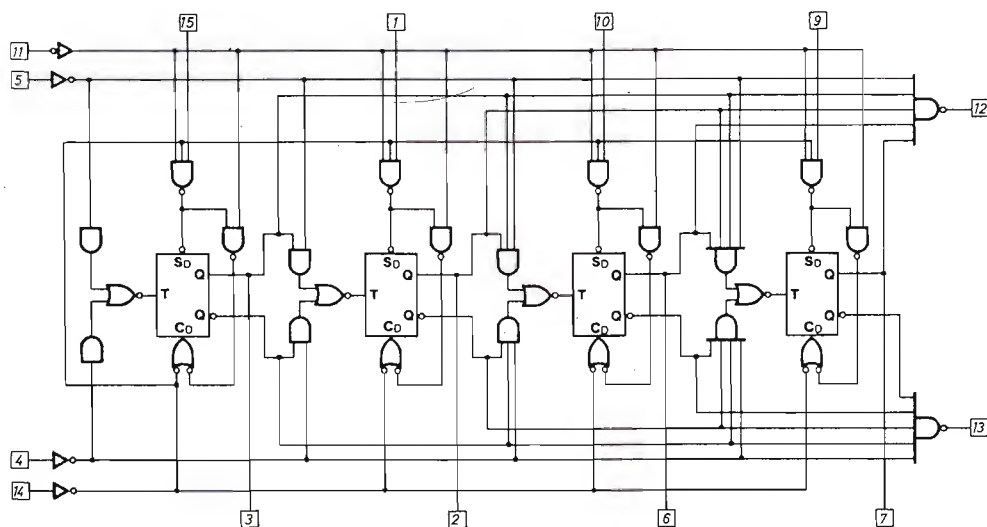

Fig. 6 - Schema a blocchi interpretativo del circuito elettrico interno all'integrato 74193.
**Fig. 6** - Sulla faccia anteriore, del contenitore metallico dell'apparecchio di controllo di fiamma, sono presenti i seguenti elementi: l'interruttore, il buzzer, i due diodi led e la manopola di regolazione della sensibilità circuitale.